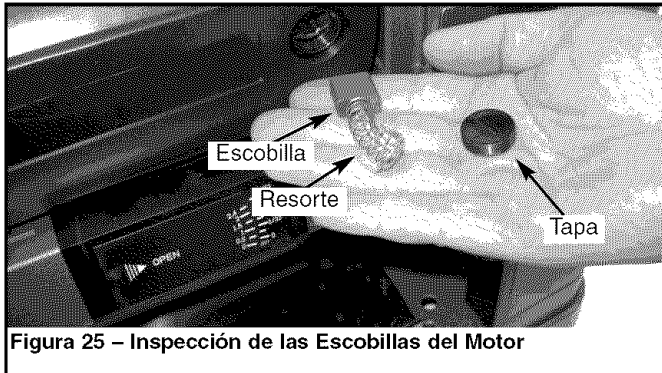

**Figura 24 – Retire la Cubierta de la Caja de Rodillos (Se han extraído los rodillos de retorno.)**
- Extraiga los rodillos de retorno. Extraiga tres (3) tornillos y levante la cubierta de la caja de rodillos de ésta (vea la Figura 24).